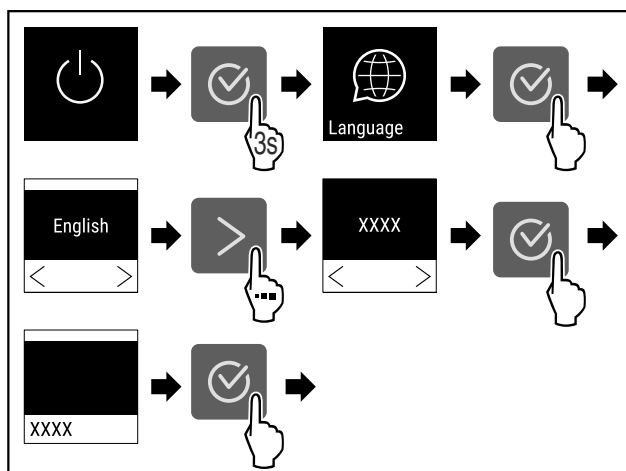

Fig. 55
- ▶ Wykonać czynności (patrz Fig. 55).